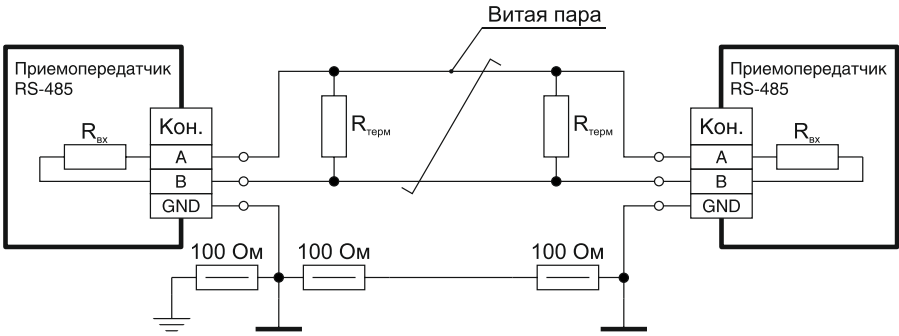

Рисунок 9 — Управление потенциалом «земель» дренажным проводом
8.8 Для ограничения «блуждающих» токов в дренажном проводе его следует подключать к сигнальной земле через резистор номиналом 100 Ом мощностью 0,5 Вт, через аналогичный резистор подключить дренажный провод к защитному заземлению (см. рисунок 9).